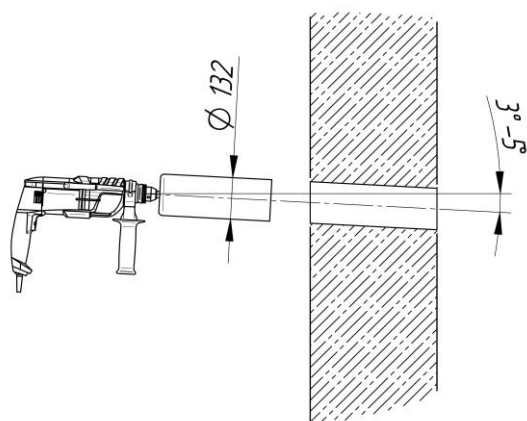

Рис. 14
1. Просверлите отверстие коронкой $\Phi 132$, обеспечив уклон канала 3-5 градуса в сторону улицы для стока конденсата, см. Рис. 14.